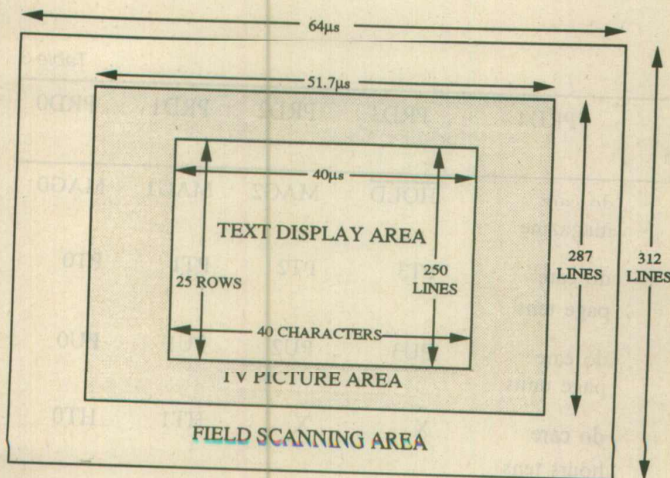

Figure 4
- Format de visualisation entrelacé ou non entrelacé 625 lignes (2 champs de 287 lignes TV actives) divisées en 25 lignes caractères, chacune capable de visualiser 40 caractères de largeur 1 µs (figure 4).